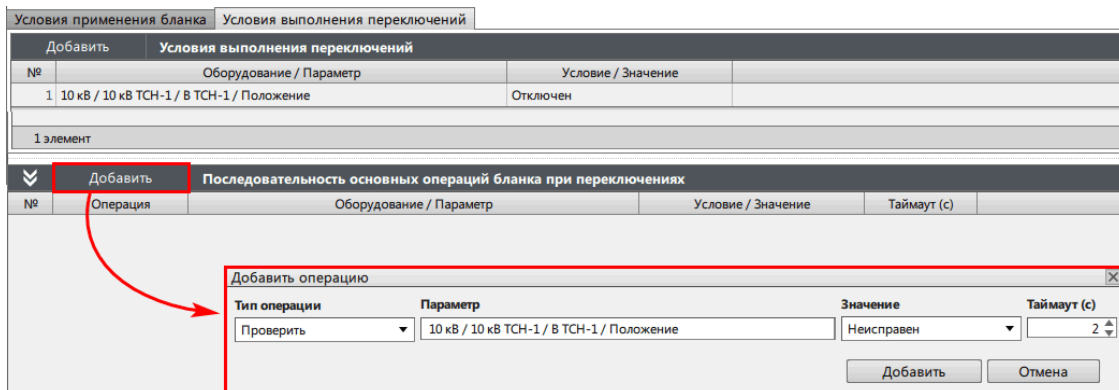

Рисунок 121 - Добавление основных операций переключений
7. Добавьте основные операции переключений (Рисунок 121). Подробнее о типах добавочных операций смотрите в разделе Типы операций.